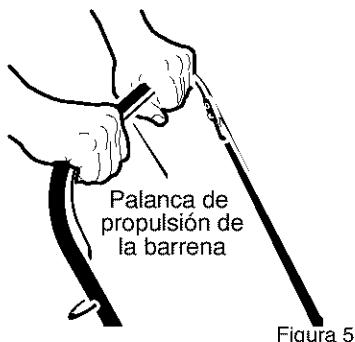

Figura 5
1. Sujete la **palanca de propulsión de la barrena** contra el **mango** (vea la Figura 5). La barrena comenzará a girar.